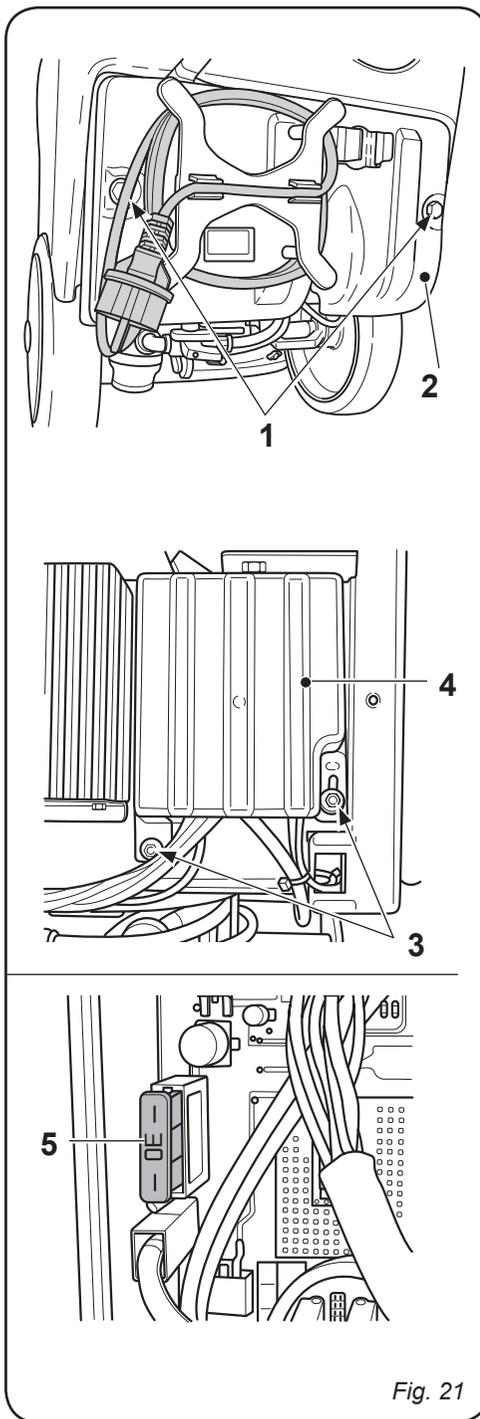

Fig. 21
11.1.h - Substituição dos fusíveis (Fig. 21)